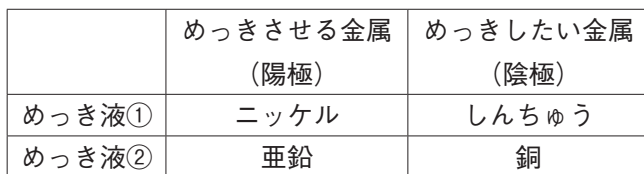

図1
(2)金属板を図 1 の組み合わせで電極につるし、めっき液に入れます。